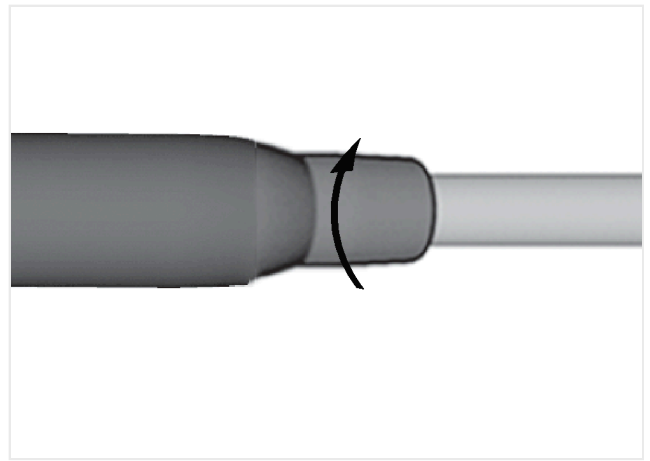

FIG. 3
3. Hold motoren helt fast, og skru slangemuffen fast på den bageste motortilslutning FIG. 3.